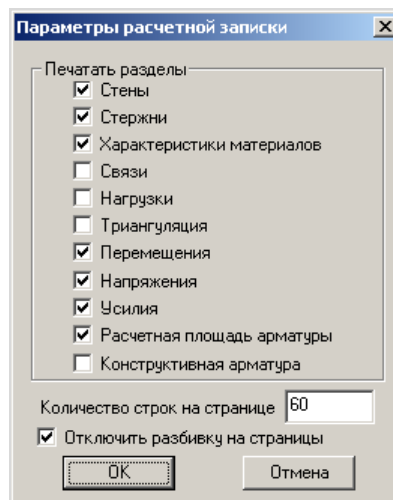

Рис.4.5.1. Окно диалога **Параметры расчетной записки**
- В открывшемся окне диалога **Параметры расчетной записки** (рис.4.5.1) выполните следующие действия: